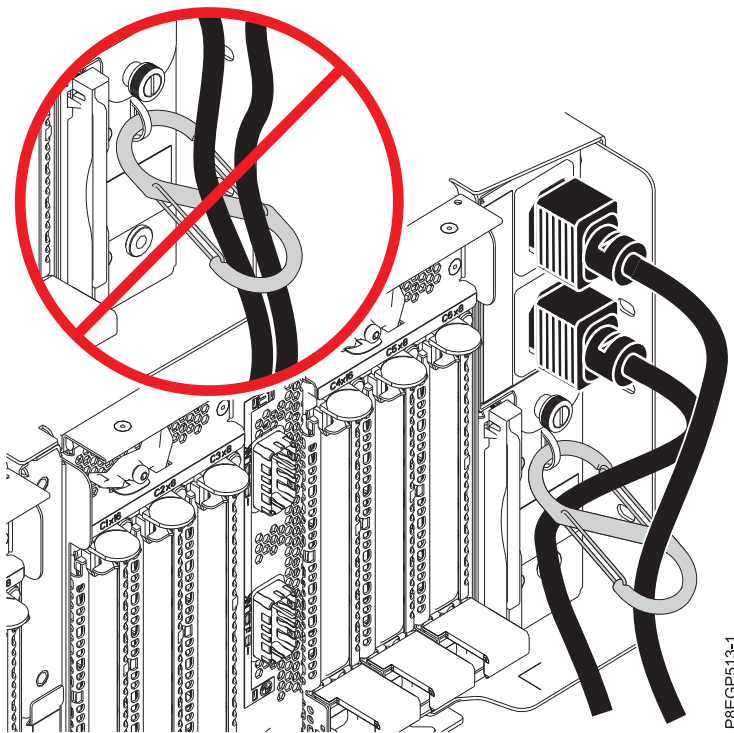

Figure 17. Routage des câbles d'alimentation dans le mousqueton en S et branchement de ces câbles au bloc d'alimentation
- b. Faites passer les câbles d'alimentation par le mousqueton en S de sorte qu'ils n'encombrent pas le(s) module(s) de sortance à 6 emplacements PCIe3. Voir figure 17, à la page 20.
- c. Connectez l'autre extrémité des câbles d'alimentation au bloc d'alimentation du tiroir d'extension PCIe3 que vous installez. Voir figure 17.